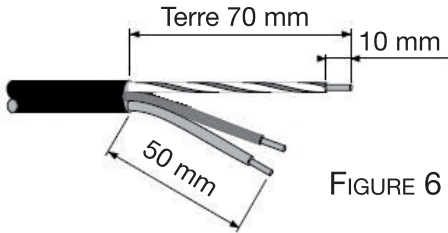

FIGURE 6
- Dénudez environ 70 mm de gaine du cordon d'alimentation. Dénudez les fils électriques sur une longueur de 10 mm (figure 6).